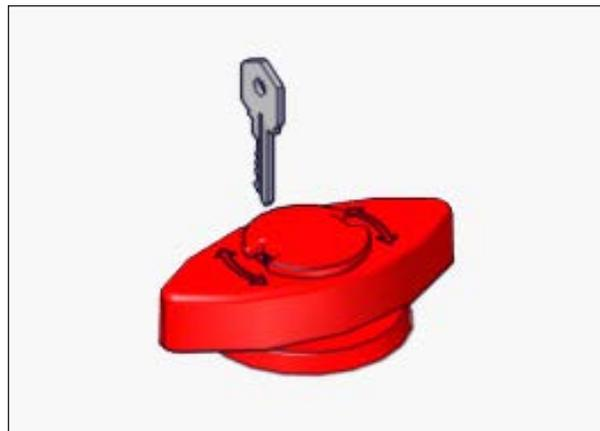

FIGURE 75: INSÉREZ LA CLÉ DANS LA FENTE
3. Utilisez la clé COVANA ou N'IMPORTE QUELLE clé dans une des fentes, voir Figure 75.